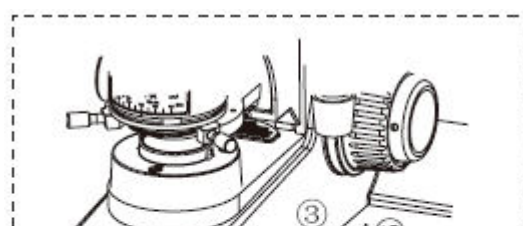

Fig. 5
A15. Sertarul Bulb (Fig.5)
a) Strângeți mânerul (B15 din fig. 5) al sertarului cu bulb și trageți sertarul cu bulb (în partea dreaptă a bazei microscopului, A15 din fig.5).
tifon, introduceți știfturile becului și introduceți-le complet în secțiunile pinului (③ în Fig.5) priza becului.